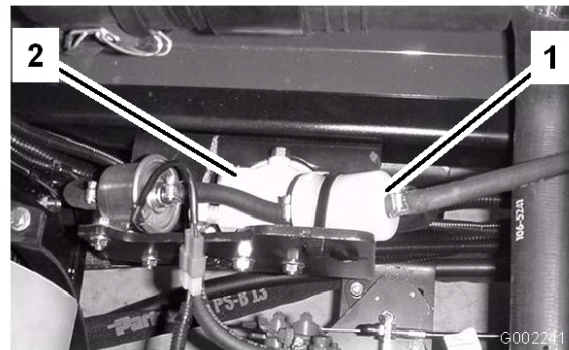

Figura 44
- Desaperte e retire as braçadeiras do filtro (Figura 44).